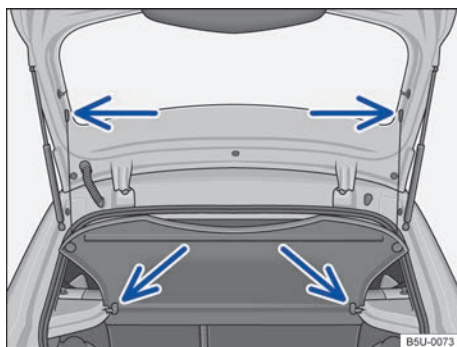

Fig. 127 En el maletero: desmontar y montar la bandeja trasera.
- Desprender los cordones de retención del soporte de la tapa trasera → fig. 127 (flechas superiores).
- Retire la bandeja trasera hacia atrás y hacia afuera de los soportes laterales → fig. 127 (flechas inferiores).
- Empuje la bandeja trasera hacia adelante, introduciéndola en los soportes laterales → fig. 127 (flechas inferiores).
- Encajar los cordones de retención en la tapa trasera → fig. 127 (flechas superiores).